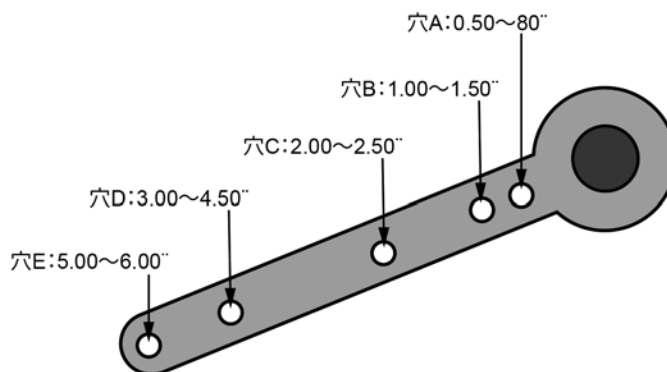

図19 - ストローク設定
3. ロッドエンドとブラケットをアクチュエータのストロークとサイズに合わせて設定します。デフォルト設定は4.00"ストロークです。その他のストローク設定は図19の通りです。